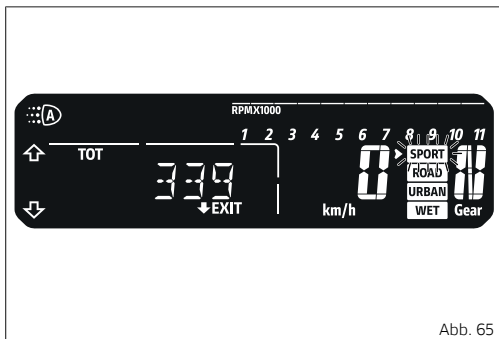

Abb. 65
- In der Hauptseite die Taste MODE/ENTER (3) lang anhaltend drücken.
- Die entsprechende Anzeige (Abb. 65 S.108) wird geöffnet, in der neben dem aktuell gewählten Riding Mode ein (blinkender) Pfeil eingeblendet wird. Über die Tasten (1) und (2) können nun die verfügbaren Riding Modes gescrollt werden.
- Zum Bestätigen auf die Taste MODE/ENTER (3) drücken.